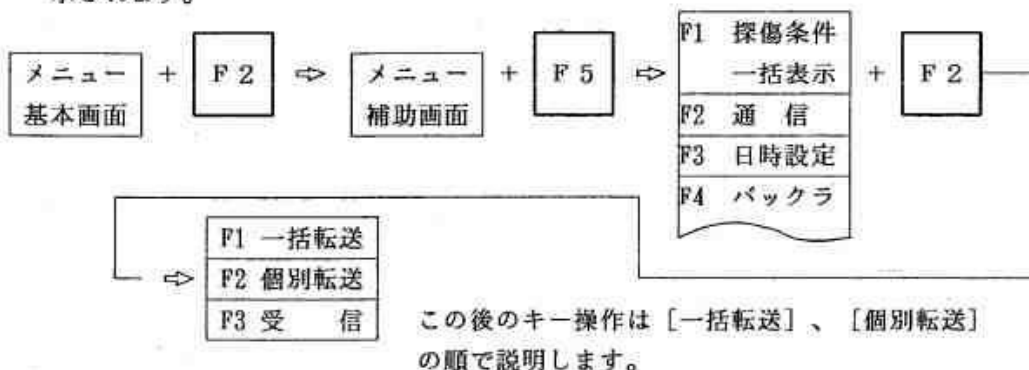

図 6.2.9 通信機能呼び出すフロー
〔探傷条件／探傷データを計算機に転送する場合の手順〕（図 6.2.9参照）
- ① 選択キー【F2】を1回押すと、メニューエリアにメニュー補助画面が表示されます。
- ② 選択キー【F5】を1回押すと、メニューエリアに図 6.2.9に示す選択メニューが表示されます。
- ③ 選択キー【F2】を1回押すと、メニューエリアに図 6.2.9に示す選択メニューが表示されます。